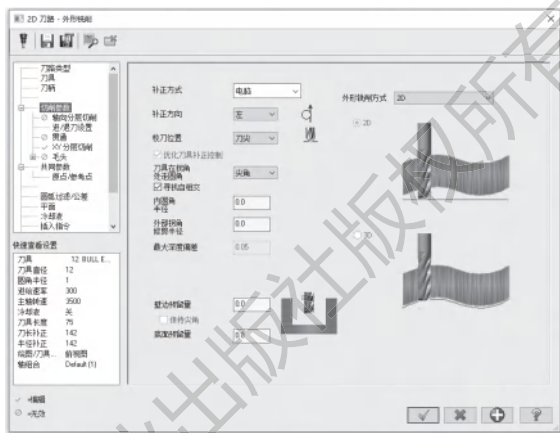

图 4-27 设置切削参数
3) 打开【切削参数】选项卡,设置【补正方向】为【左】,【外形铣削方式】为【2D】,【壁边预留量】和【底面预留量】为 0.0mm,其他参数按默认设置,如图 4-27 所示。